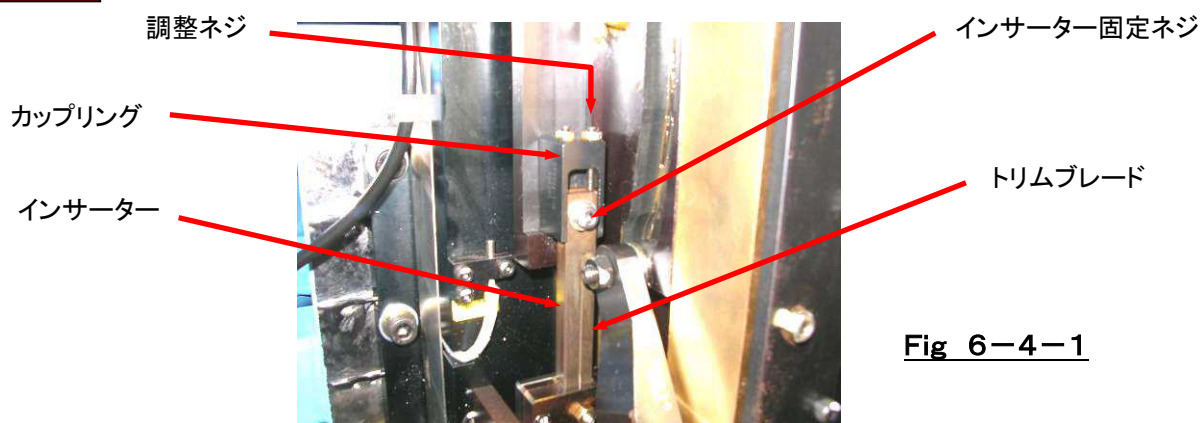

Fig 6-4-1
- ③ 調整が終わりましたら調整固定ナットを締めて下さい。
- ④ 調整ネジとインサーター及びトリムブレードが密着している事を確認して下さい。
- ⑤ インサーター固定ネジを締めて下さい。
- ⑥ 再調整が必要な場合は①～⑤を繰り返して下さい。
6.4 トップトリムブレードの調整 [Fig 6-4-1](トップトリムタイプのマシンのみ適用)